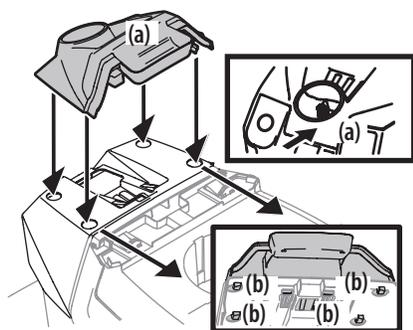

Figure 8
- Pour installer le couvercle du tableau de bord (a), alignez les pattes (b) du couvercle (a) avec les trous sur la partie supérieure du tableau de bord. Voir Figure 8.